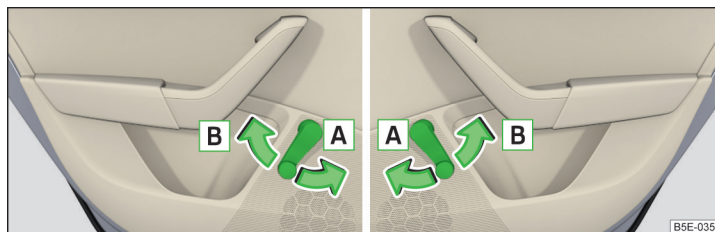

Fig. 56 Commande fenêtres : à gauche/à droite
- Pour l'**ouverture**, tournez la manivelle dans le sens de la flèche **A** » fig. 56.